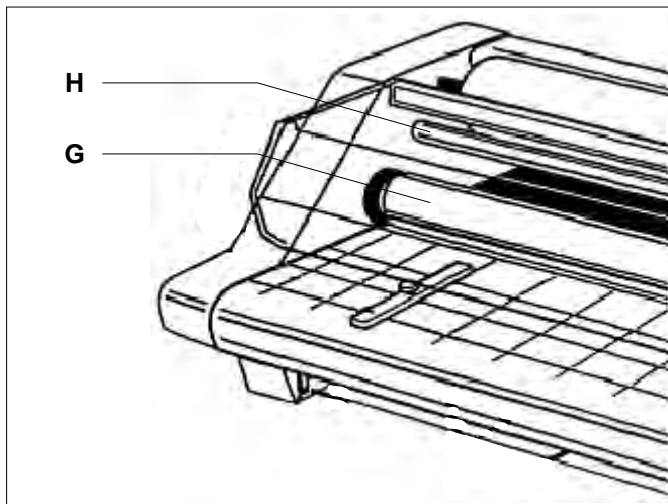

Fig. 6
**G. HEAT ROLLERS:** (Fig. 6) Silicone rubber coated steel tubes heat the laminating film and compress the heated film to the items being laminated. Heat is provided by an internal heating element. The heat rollers are motor driven for ease of loading new film.
**H. IDLER BAR:** (Fig. 6) The idler bars, located near each supply roll, are used to direct the film to the heat rollers. The bottom Idler Bar is movable to ease film loading.
**G. RULLI DI RISCALDAMENTO:** (fig. 6) Tubi di acciaio rivestiti in gomma al silicone vengono utilizzati per riscaldare il film di plastificazione e far aderire il film riscaldato sugli articoli da plastificare. Il calore viene fornito da una resistenza interna di riscaldamento. I rulli di riscaldamento sono azionati a motore per facilitare il caricamento di nuovo film.
**H. ASTA FOLLE:** (fig. 6) Le aste folli, poste accanto ad ognuna bobina, vengono utilizzate per orientare i film verso i rulli di riscaldamento. L'asta folle inferiore è mobile per facilitare il caricamento del film
**G. HEISSWALZEN:** (Abb. 6) Die Stahlrohre mit Silikon-Gummibelag erhitzen die Laminierfolie and drücken die heiße Folie auf die zu laminierenden Artikel. Die Hitze wird durch ein eingebautes Heizelement geliefert. Die Heißwalzen werden durch einen Motor angetrieben, womit das Einführen neuer Folien erleichtert wird.
**H. LEITSTANGE:** (Abb. 6) Mit den Leitstangen, die sich in der Nähe jeder Spule befinden, wird die Folie zu den Heißwalzen geleitet. Die untere Leitstange ist beweglich, womit das Einführen neuer Folien erleichtert wird.
**G. WARMTEROLLERS:** (afb. 6) Dit zijn stalen buizen met een coating van siliconenrubber, die de lamineerfilm verhitten en deze tegen de te lamineren items drukken. De warmte wordt geleverd door een intern verwarmingselement. De warmterollers worden aangedreven door een motor, zodat nieuwe film gemakkelijk ingevoerd kan worden.
**H. VRIJLOOPROL:** (afb. 6) De vrijlooprollen, die zich bij de toevoerrollen bevinden, worden gebruikt om de film naar de warmterollers te leiden. De onderste vrijlooprol is uitneembaar om het laden van de film te vergemakkelijken.
**G. ROULEAUX CHAUFFANTS :** (Fig. 6) Les: tubes en acier recouverts de caoutchouc siliconé, sont utilisés pour chauffer le film de plastification et le faire adhérer par pression sur les documents à plastifier. La chaleur est dégagée par un élément chauffant interne. Les rouleaux chauffants sont actionnés par un moteur pour faciliter le chargement de nouveaux films.
**H. BARRE DE TRANSFERT :** (Fig. 6) Les barres de transfert, situées près de chaque rouleau d'alimentation, permettent de diriger le film vers les rouleaux chauffants. La barre de transfert inférieure est amovible pour faciliter le chargement des bobines de film.
**G. RODILLOS TÉRMICOS:** (Fig. 6) Los tubos de acero con capa de hule de silicona calientan la película de laminación y comprimen la película calentada en los artículos que se están laminando. El calor es suministrado por un elemento interno de calentamiento. Los rodillos térmicos son accionados por un motor para facilitar la introducción de película nueva.
**H. BARRA INTERMEDIA:** (Fig. 6) Las barras intermedias, ubicadas cerca de cada rollo de suministro, se utilizan para dirigir la película hacia los rodillos térmicos. La Barra Intermedia inferior se puede desmontar para facilitar la colocación de película.